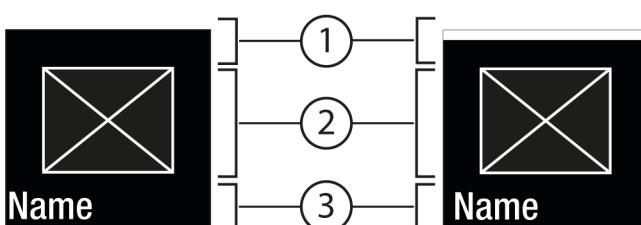

Fig. 6
- Nastavanie novej hodnoty: Pomocou Potvrdiť Fig. 5 (2) vyberte deaktivovanú hodnotu Fig. 6 (1).
- Späť na menu: pomocou Potvrdiť Fig. 5 (2) vyberte už aktivovanú hodnotu Fig. 6 (2).
- ▷ Stav: aktivovaná Fig. 6 (1) sa krátko objaví v podmenu Fig. 7 (4).